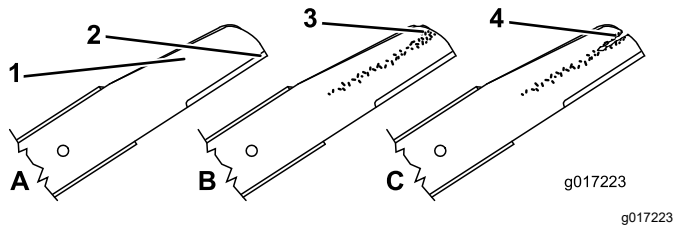

Figure 27
1. Examinez le tranchant des lames (Figure 27). Si elles sont émoussées ou présentent des indentations, déposez les lames et affûtez-les ou remplacez-les.
2. Inspectez les lames, et plus particulièrement l'ailette (Figure 27). Remplacez immédiatement toute lame endommagée, usée ou qui présente une entaille.